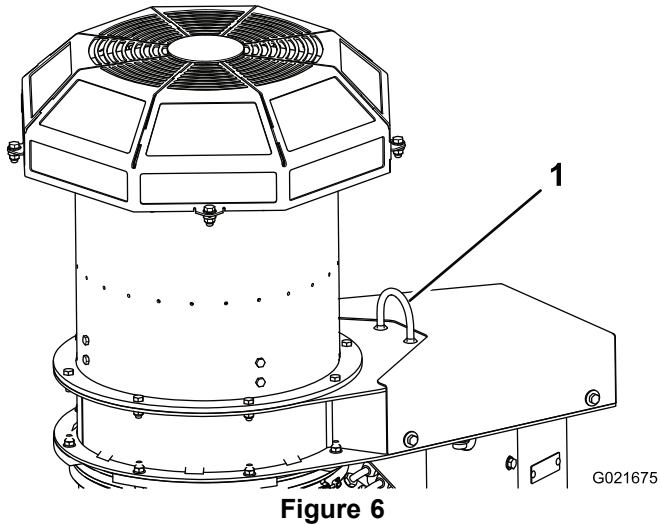

Figure 6
- Détachez la sangle de la palette et attachez-la à l'anneau de levage sur le souffleur (Figure 6). Soulevez le souffleur jusqu'à ce que la sangle soit bien tendue.